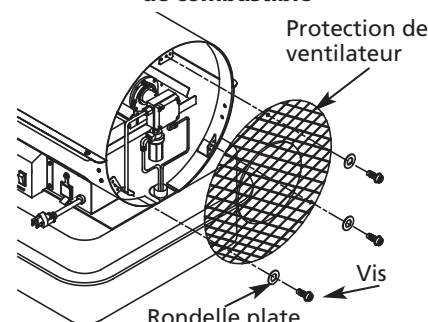

Figure 17 - Déposer la protection du ventilateur
- Déposer la protection du ventilateur (voir la Figure 17).
- Utiliser une clé de 3/8 po et serrer la canalisation de combustible (B) au niveau de la pompe et de son filtre à combustible.